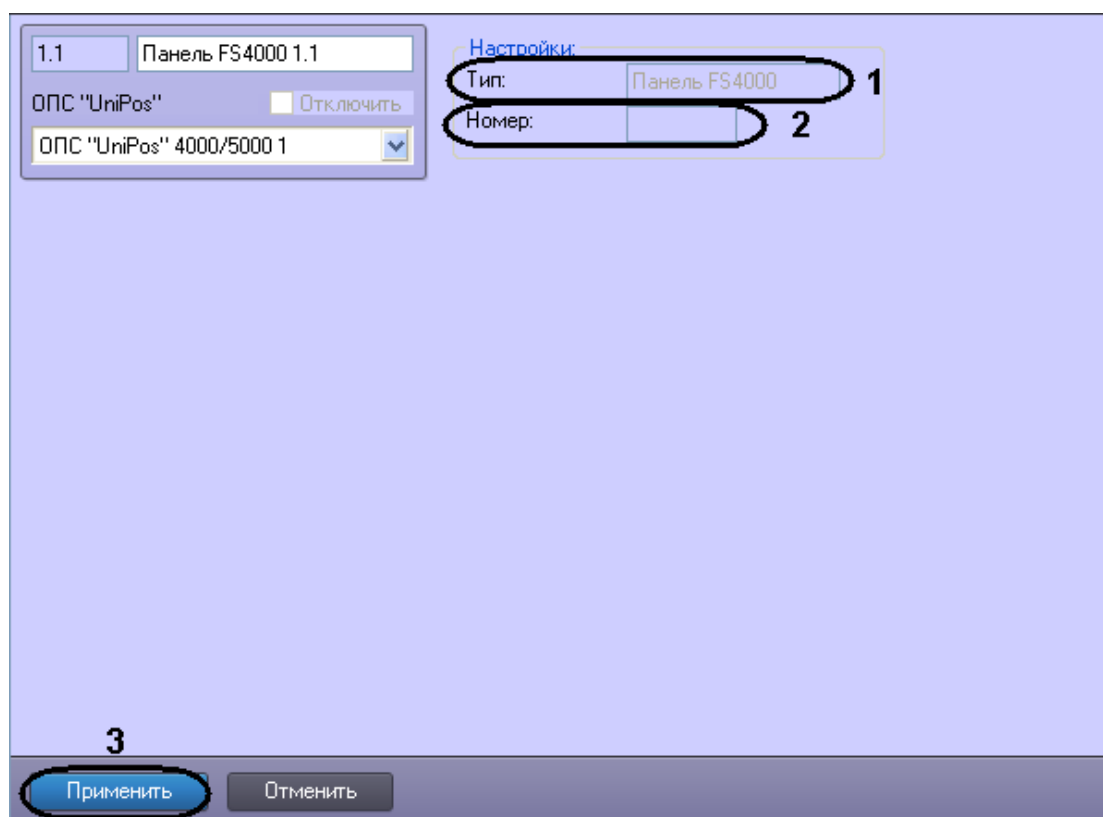

Рис. 3.6—2 Панель настроек объекта Панель FS4000
2. В поле **Тип** отображается название панели (Рис. 3.6—2, 1).
3. В поле **Номер** отображается идентификационный номер панели *FS4000* (Рис. 3.6—2, 2).